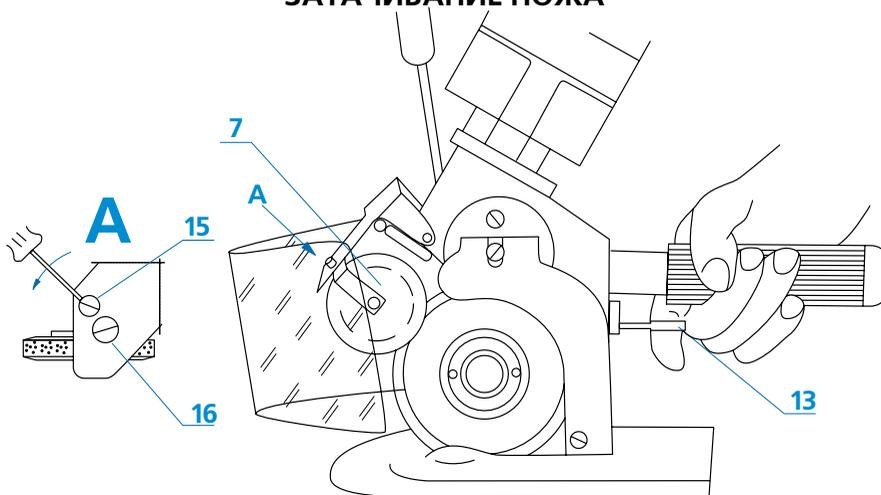

Рис. 3. Заточивание ножа.
Высокая производительность и качество раскроя достигается только при использовании острого ножа. Увеличение сопротивления при раскрое и “затягивание” нижних слоев раскраиваемого материала в щели, указывают на то, что нож затупился. Для заточивания необходимо при помощи тяги (3) “притянуть” заточной камень к вращающемуся ножу так, как показано на рис. 3.
Нож острый, если при правильно установленном нижнем ноже разрезается один слой ткани. Если заточивание ножа оказалось неэффективным, следует увеличить угол наклона заточного камня к поверхности ножа. С этой целью после остановки машины специальным ключом повернуть эксцентрик (15) на небольшой угол так, чтобы его конец переместился на 1,0-1,5 мм в направлении стрелки - вид А рис. 3 (нельзя освобождать винт (16)).